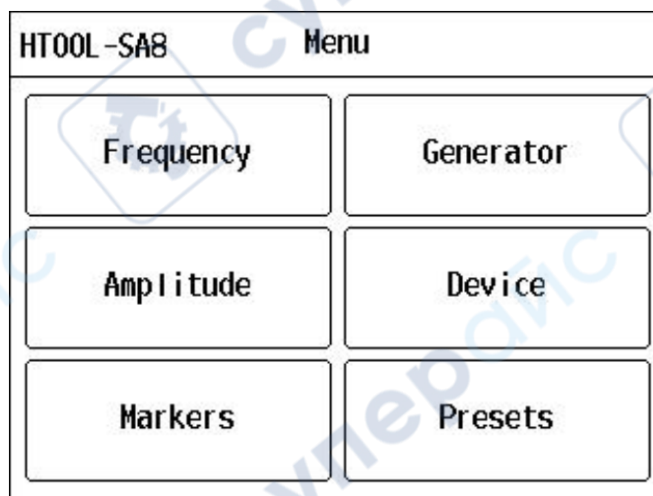

Рисунок 2 - Главное меню
1. Для настройки частотного диапазона войдите в главное меню устройства, нажав «menu» (рисунок 2). Выберите подменю «Frequency» (частота). Меню появится на экране, как показано на рисунке 3.
1. Чтобы задать параметр амплитуды анализируемого сигнала, войдите в главное меню устройства через «menu» (рисунок 2). Выберите раздел amplitude. Меню появится на экране, как показано на рисунке 5.
1. Чтобы войти в меню настройки маркеров и пиков, нажмите Enter для перехода в главное меню устройства (рисунок 2) «Menu». Выберите раздел mark. Меню появится на экране устройства, как показано на рисунке 6.
1. Чтобы задать значение частоты и выходной мощности встроенного генератора сигналов, нажмите «меню» для входа в главное меню устройства (рисунок 2). Выберите signal wave, и на экране появится меню, показанное на рисунке 9.